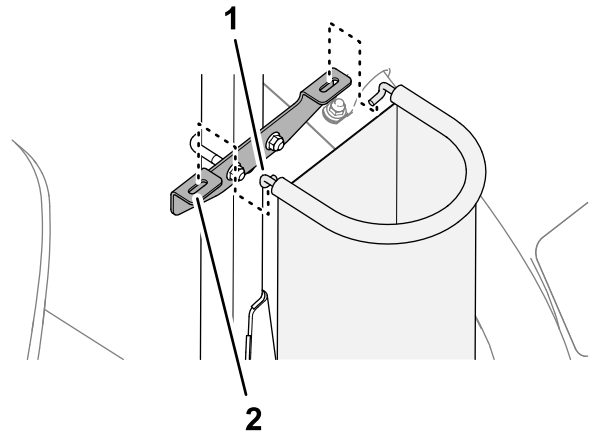

Figura 28
5. Insira os ganchos da barra do capot nas ranhuras no suporte de montagem (Figura 28).